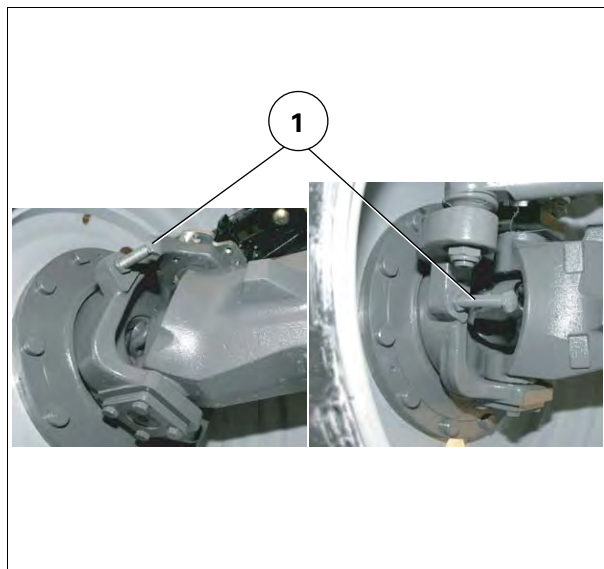

Рис. 2.
**ПРИМЕЧАНИЕ:** При использовании узкой колеи и с некоторыми типами шин при максимальном угле поворота колеса могут касаться капота. Чтобы избежать этого, на ступицы установлены резьбовые упоры (1) рис. 2, регулируя которые можно ограничить угол поворота колес.